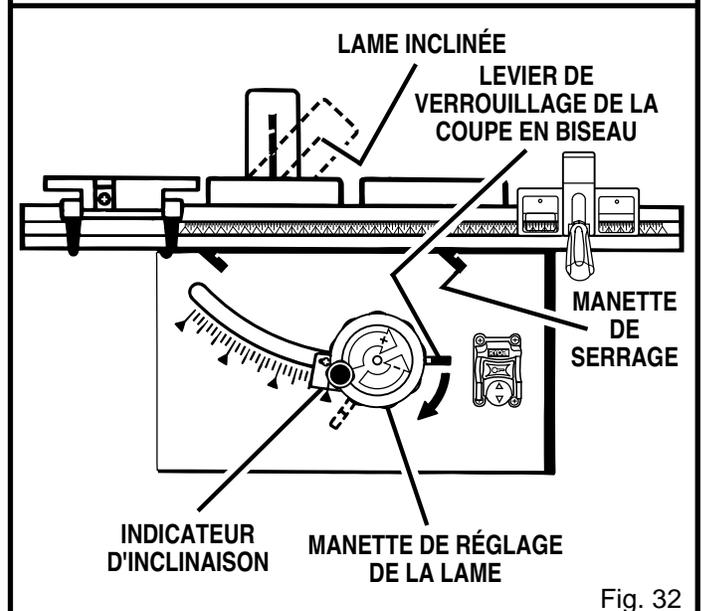

Fig. 32
Voir figure 32.
- Desserrez les barres de guidage avant et arrière en relevant les manettes de serrage avant et arrière. Voir figure 32.